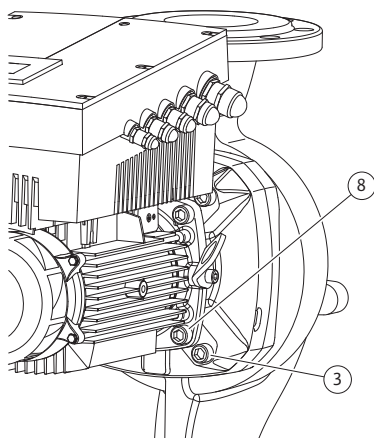

Fig. 46: Fixation en option du kit embrochable
11. Desserrer les vis (fig. 7, pos. 3) et les retirer. Suivant les types de pompes, prendre les vis extérieures (fig. 46, pos. 3). Le kit embrochable (voir fig. 13) reste fixé en toute sécurité dans le corps de pompe après avoir retiré les vis; aucun risque de basculement, même quand l'arbre moteur est en position horizontale.
16. Suivant le type de pompe, desserrer les vis (fig. 6, pos. 10) ou bien les vis (fig. 46, pos. 8).
22. Glisser précautionneusement la lanterne sur l'arbre et la positionner à son ancien emplacement ou bien avec un autre angle par rapport à la bride de moteur. Respecter les positions de montage admissibles des composants (voir chapitre 7.1 « Positions de montage autorisées et modification de la disposition des composants avant l'installation » à la page 85). Fixer la lanterne avec les vis (fig. 7, pos. 10) **ou bien**, pour les types de pompes/lanternes selon la fig. 46, avec les vis (fig. 46, pos. 8) sur la bride de moteur.